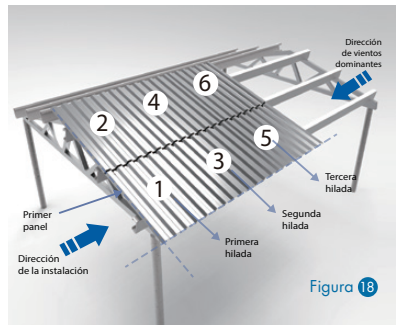

Figura 18
- Coloque el primer panel en el extremo contrario a la dirección del viento y continúe colocando los demás paneles en el orden indicado (ver Figura 18).